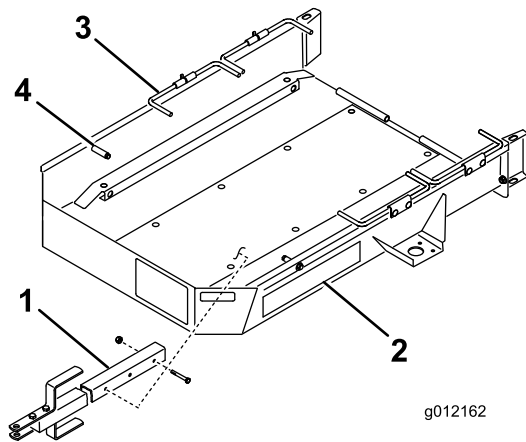

图1
1. 使用 2 个螺栓 3/8 x 2-3/4 英寸、2 个垫片和 2 个锁紧螺母将牵引杆总成安装到拖车底板下方的安装支架上。对于大多数应用应该使用牵引杆和支架前面的一组安装孔 图1。
- 从机器上卸下集草斗分离滚刀驱动然后将油门移至最慢位置。**缓慢地**将机器开到拖车上直至行走轮接触到拖车止动装置图1。
- 将第一组车轮杆向下旋转到行走轮的后面图1。